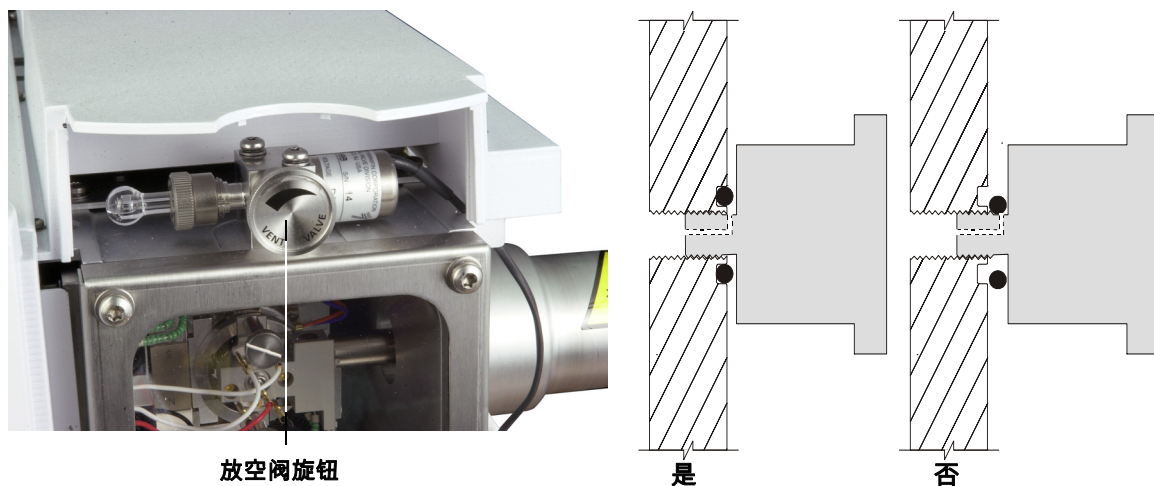

图 25 放空 MSD
- 6 逆时针旋转放空阀旋钮（图 25）仅 3/4 圈，或直到听到空气流入质量分析器腔体时发出的嘶嘶声。